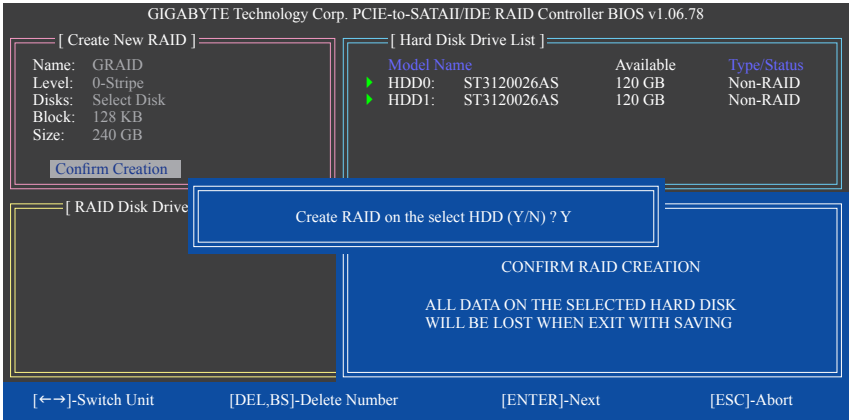

图7
6. 确认建立磁盘阵列(Confirm Creation)：完成以上设定后光标将自动跳至“Confirm Creation”项目，请按<Enter>键。当确认消息出现时，确定制作磁盘阵列请按<Y>，取消请按<N> (图7)。